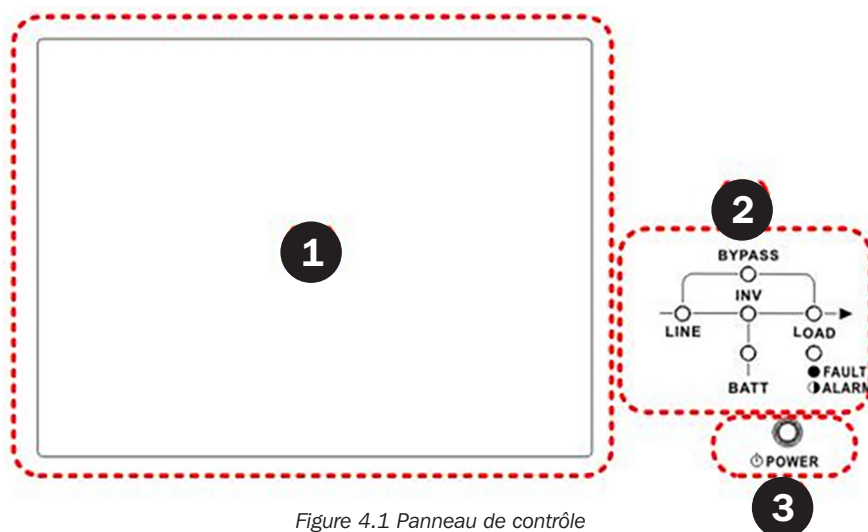

Figure 4.1 Panneau de contrôle
Le panneau de contrôle et l'écran d'affichage sont situés sur le panneau avant de l'onduleur. Cette interface suit tous les paramètres mesurés, l'état de l'onduleur, l'état des batteries et les alertes. L'interface de contrôle est divisée en quatre parties : (1) le panneau LCD, (2) les indicateurs LED, (3) le bouton d'allumage et (4) l'alerte sonore. Reportez-vous à la figure 4.1.